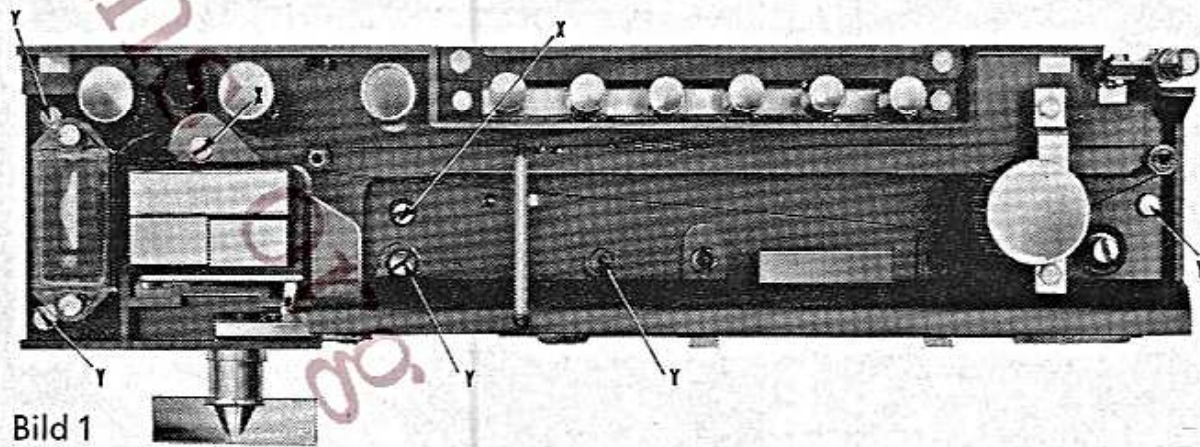

Bild 1
8. Nach Bild 1 Schrauben mit Y-Kennzeichnung auf Skalenblende entfernen.
1. Nach Bild 1 Schrauben mit X-Kennzeichnung von oben entfernen.